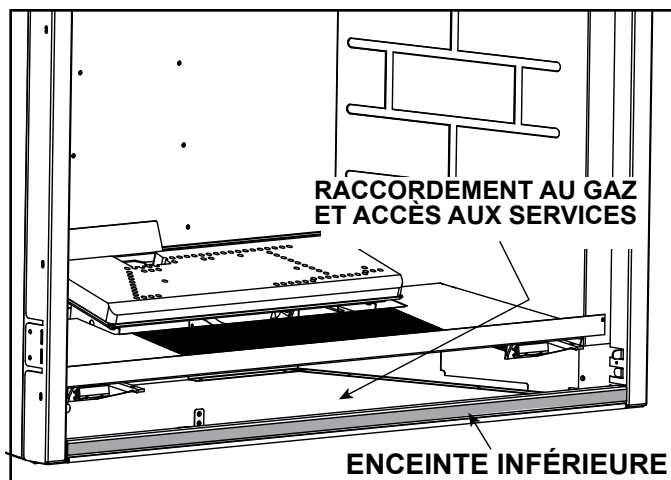

Figure 9.1 Retrait de l'enceinte inférieure
- L'enceinte inférieure de cet appareil peut être retirée pour accéder à la cavité des commandes afin de faciliter l'accès lors du processus de raccordement au gaz. Voir les figures 9.1 et 9.3.